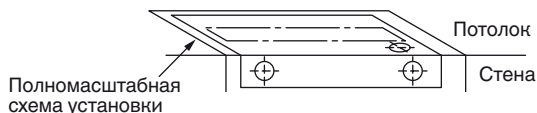

Рис. 3-5
(1) Поместите полномасштабную схему на потолке в месте, где нужно установить внутренний блок. Воспользуйтесь карандашом, чтобы отметить места для отверстий (Рис. 3-5).